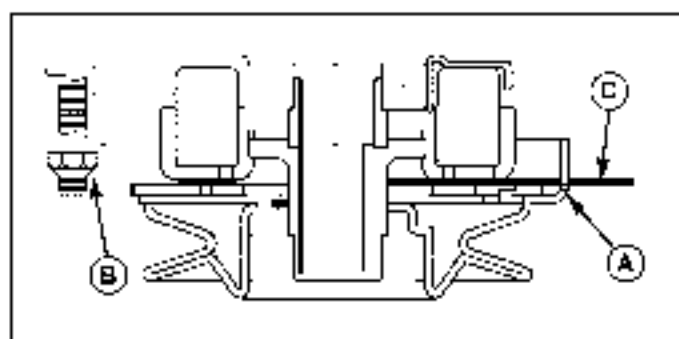

Figura 22. Ajustar embrague del PTO
3. Introduzca una lámina calibradora (C) de 0.40 a 0.45 mm (de .016" a .018") por cada ventana, colocando el calibrador entre la cara del rotor y la cara del armazón como se muestra en la Figura 22.
4. Apriete las tuercas de ajuste (B) una tras otra hasta que la cara del rotor y la cara del armazón apenas hagan contacto con el calibrador.
6. Revise el tiempo que le toma a las cuchillas de la podadora detenerse. Las cuchillas y la banda de tracción de la podadora deben detenerse por completo a los cinco (5) segundos de apagar el interruptor PTO eléctrico.